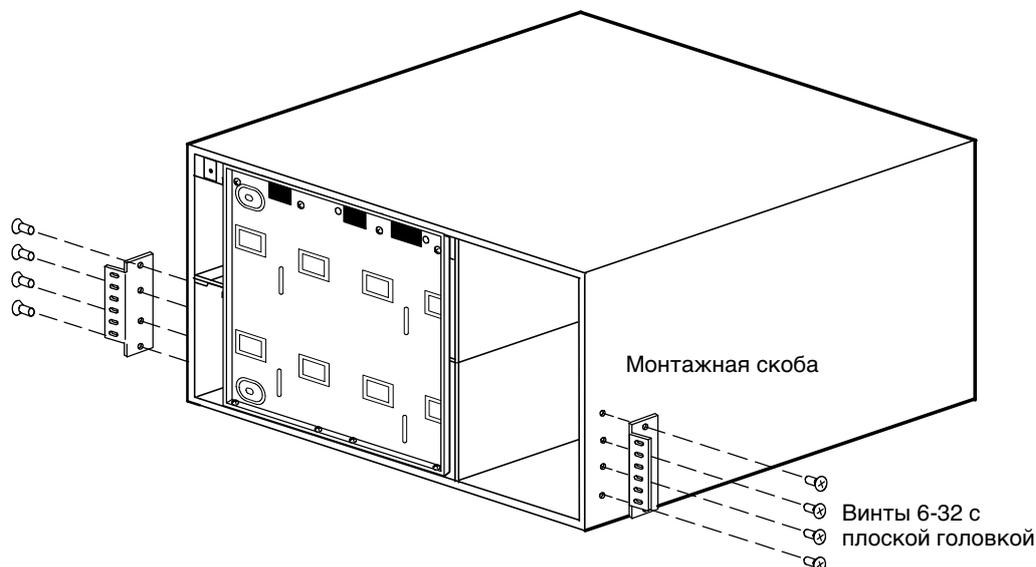

Рисунок 22. Установка монтажных скоб ИБП
11. Если монтажные скобы еще не установлены, совместите обе монтажные скобы с отверстиями для винтов на боковых стенках ИБП и закрепите прилагаемыми винтами с плоской головкой 6-32 (см. Рисунок 22).